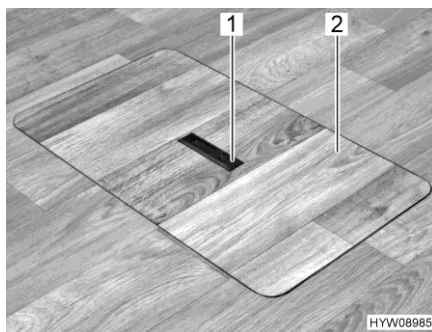
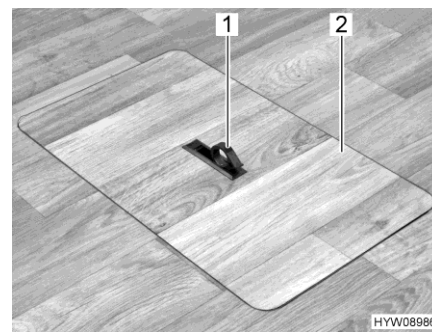

Bild 88 Lock för golvförvaringsfacket (handtag sänkt)
Bild 89 Lock för golvförvaringsfacket (handtag utsvängd)
- Tryck nedåt på ena sidan av gripplattan (Bild 88,1). Handtaget (Bild 89,1) svängs upp.
- Ta bort locket (Bild 89,2) uppåt.
- Sätt locket (Bild 89,2) i ramen i golvet.